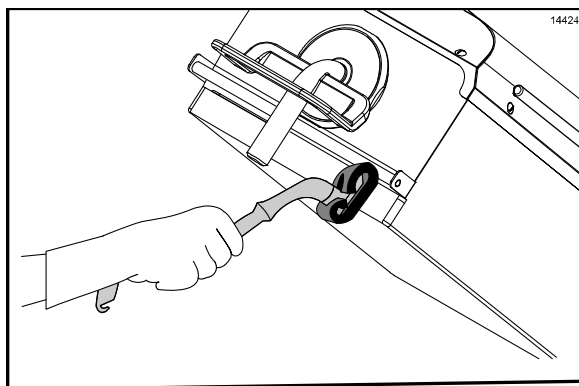

图 96
23. 用 Kay 煎炉清洁垫支架从右煎板向左煎板擦拭煎板的前侧。（请见图 96）